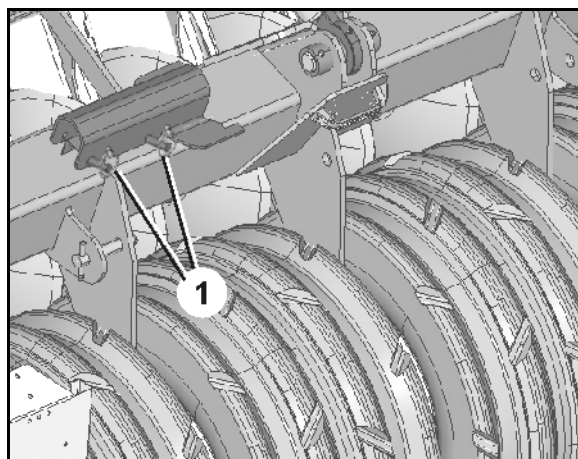

Fig. 32
2. Etter arbeidet: Demonter innkjøringssperren på hydraulikksylinderen og fest den i parkeringsstilling med bolt og splint (Fig. 32/1).